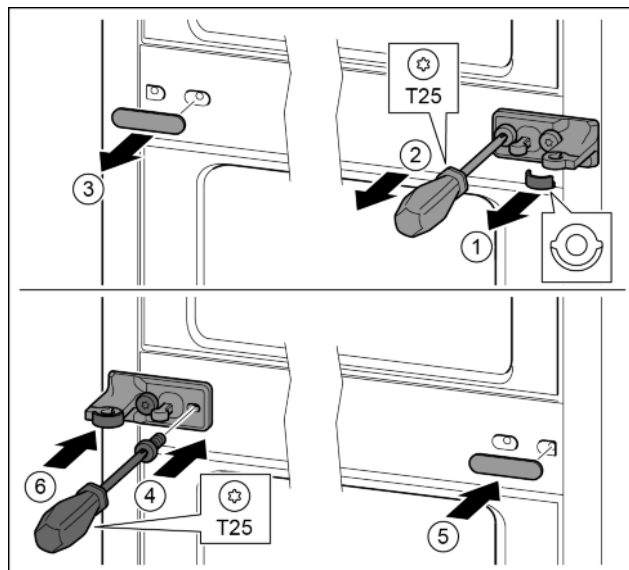

Fig. 13
- ▶ Вынуть шайбу. Fig. 13 (1)
- ▶ Выкрутить винты отверткой T25. Fig. 13 (2)
- ▶ Осторожно снять крышку. Fig. 13 (3)
- ▶ Плотно прикрутить опорный кронштейн с подкладкой с поворотом на 180° с другой стороны. Fig. 13 (4)
- ▶ Установить крышку с поворотом на 180° с другой стороны. Fig. 13 (5)
- ▶ Спереди надвинуть шайбу. Fig. 13 (6)